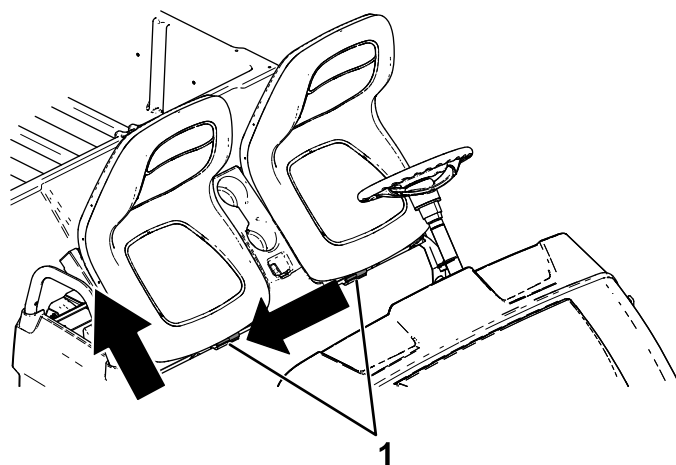

Figure 24
2. Poussez l'ensemble sièges sur le côté pour le dégager des goupilles, puis soulevez-le (Figure 24).